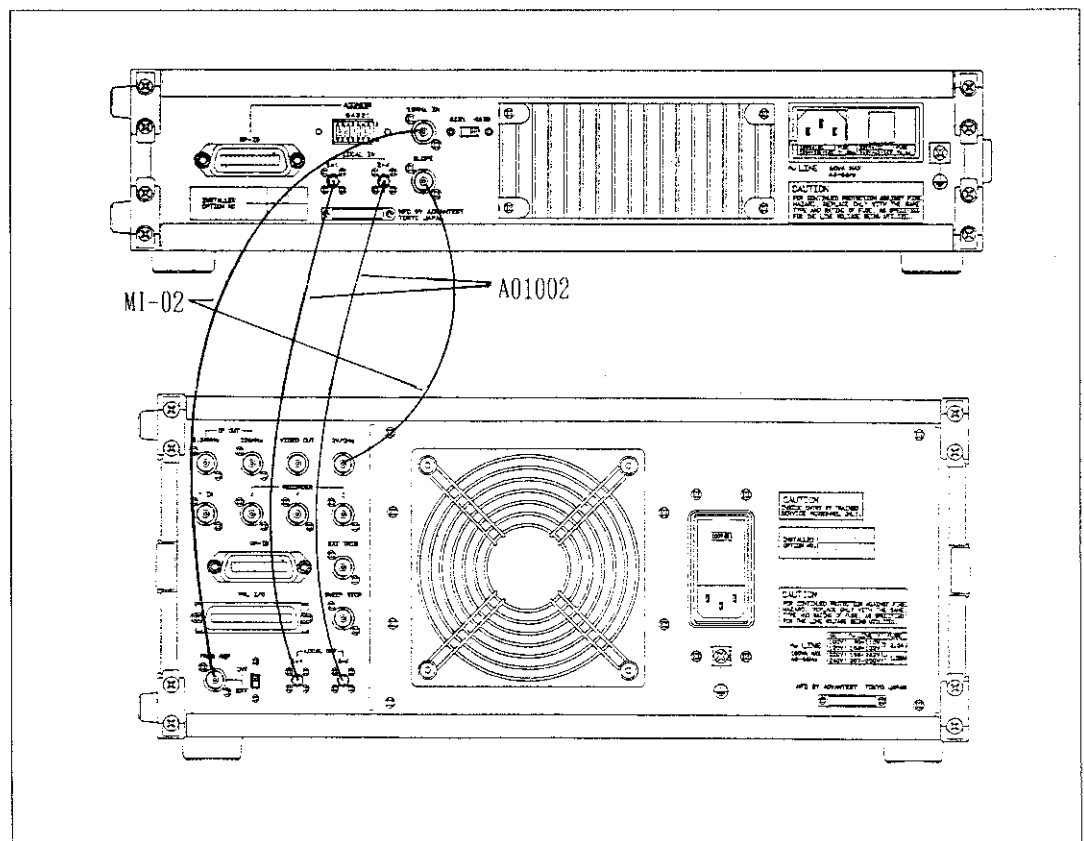
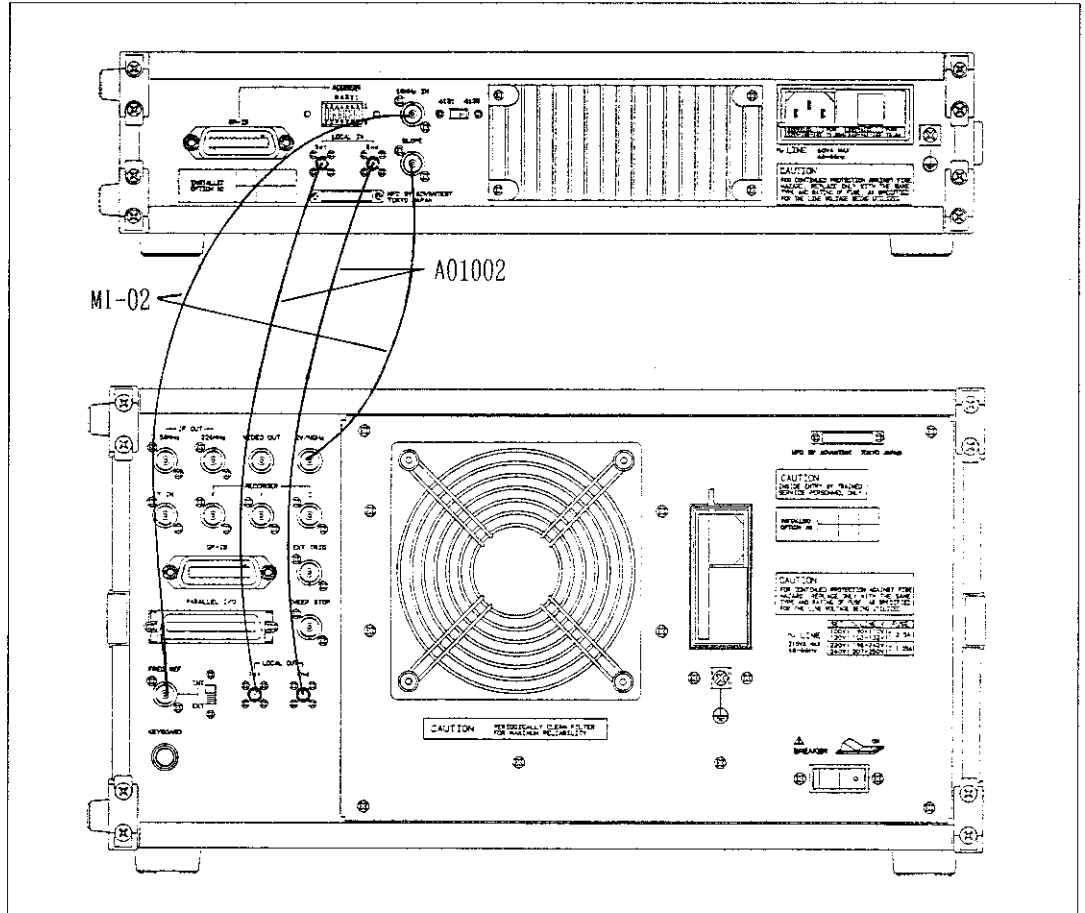

図 1-5 TR4135との接続
図 1-6 R4136 との接続
- ① 本器およびアナライザ本体の POWERスイッチを OFFに設定します。
- ② [図1-5, 図1-6] に示すように、4 本の接続ケーブルで接続します。